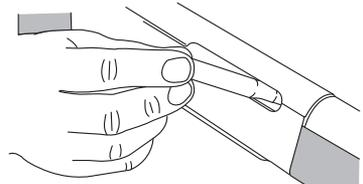

IMAGEN 9
4. Coloque un cartucho del calibre adecuado en la recámara a través de la ventana de expulsión. Véase la Imagen 9.